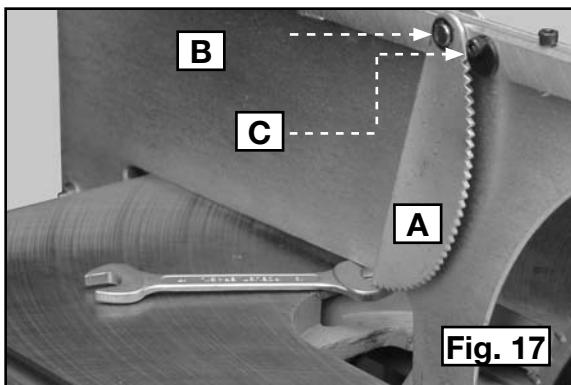

Fig. 17
- Utilice la llave para eje como espaciador para ajustar la altura del dedo antiretroceso (A) Fig. 17. Coloque la llave debajo del dedo antiretroceso, afloje el tornillo (B) y ajuste la leva (C) de manera que el dedo antiretroceso (A) apunte hacia la parte posterior y no toque la mesa. Ajuste el otro dedo antiretroceso de la misma forma.